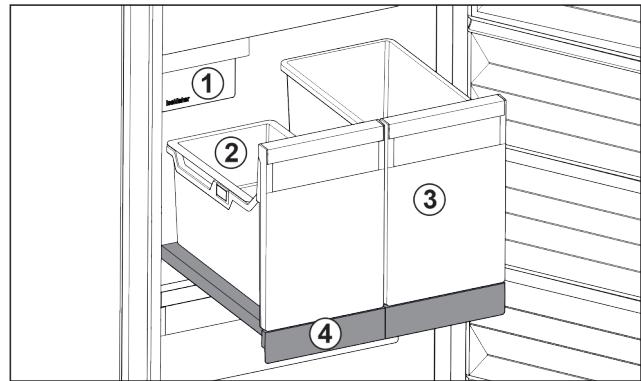

Fig. 21 Выдвижная панель с IceTower
- (1) IceMaker
- (2) Подвесной лоток для кубиков льда
- (3) Контейнеры для пиццы, алкогольных напитков
- (4) Выдвижная панель
На выдвижной панели находятся два высоких контейнера (IceTower). В контейнере Fig. 21 (2) собираются и хранятся кубики льда из IceMaker. Контейнер Fig. 21 (3) подходит для хранения высоких продуктов, таких, как пицца или алкогольные напитки.